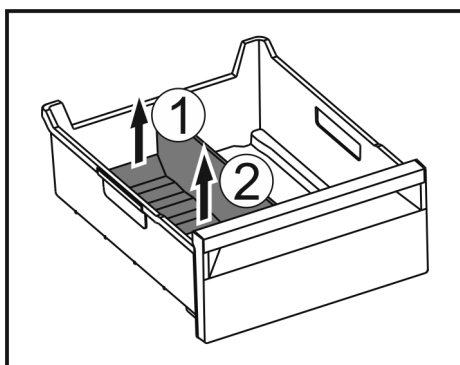

Fig. 67
- Sollevare la parte posteriore del divisore dello scomparto del ghiaccio. Fig. 67 (1)
- Rimuovere il divisore dello scomparto del ghiaccio verso l'alto. Fig. 67 (2)